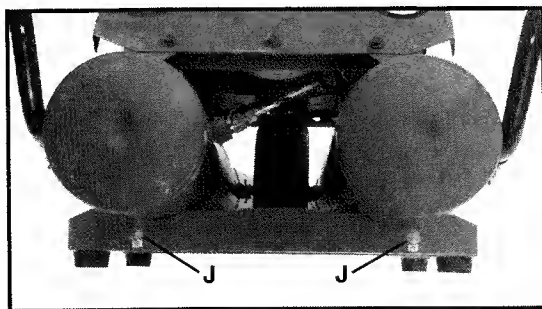

Fig. 4
Válvula de drenaje (J), Fig. 4: Hay una válvula de drenaje ubicada en la base de cada tanque de aire, la cual se utiliza para sacar la condensación al final de cada uso.